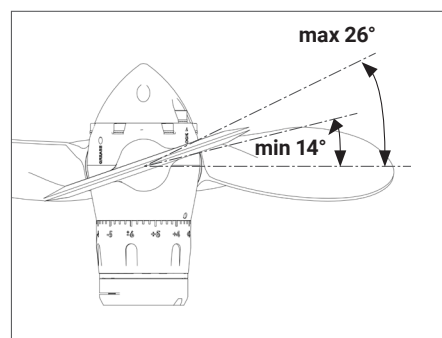

FIG. 26 | Plage de réglage standard
- Chaque cran de réglage correspond à la variation de l'angle des pales de 0,25° et provoque une augmentation ou une diminution d'environ 40-50 tours/min du moteur à la même vitesse du bateau (cette valeur est purement indicative et dépend des caractéristiques du moteur installé) . La plage de réglage standard va d'un minimum de 14 ° à un maximum de 26 ° (Fig. 26). Des réglages du pas avec une plage allant de 20 ° minimum à 32 ° maximum sont également disponibles pour des applications spéciales.